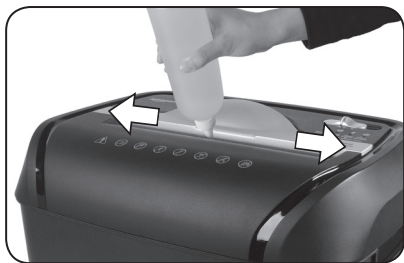

FIGURE 3
■ Lubrifiez les lames de votre destructeur tous les mois à l'aide d'une huile de cuisine végétale de base ou d'huile pour destructeur. Suivez la procédure de lubrification ci-dessous (FIGURE 3). Elle participe à maintenir les lames du destructeur en parfait état de marche, et ce pour de nombreuses années.